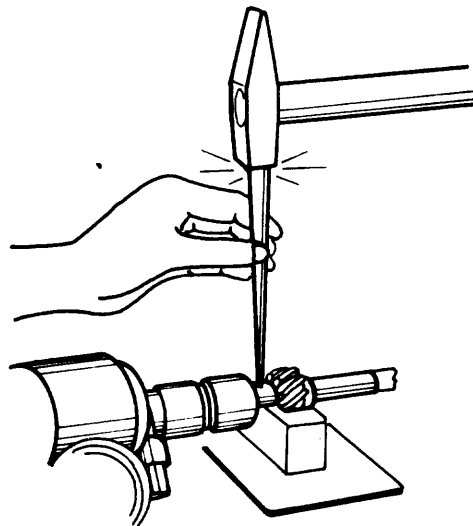

Fig.1
- a Saque el pasador del piñón del distribuidor y retire el piñón (fig. 1).